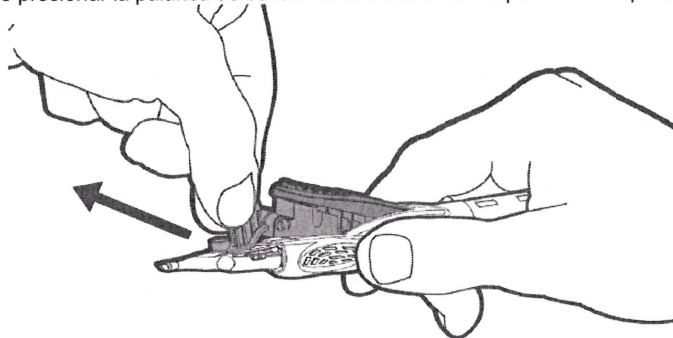

Figura 5
Paso 9. Retire el conjunto de bloqueo agarrando la lengüeta de eliminación y jalando directamente todo el conjunto de bloqueo para separarlo del dispositivo en ángulo (**Figura 5**). Deseche el conjunto de bloqueo.